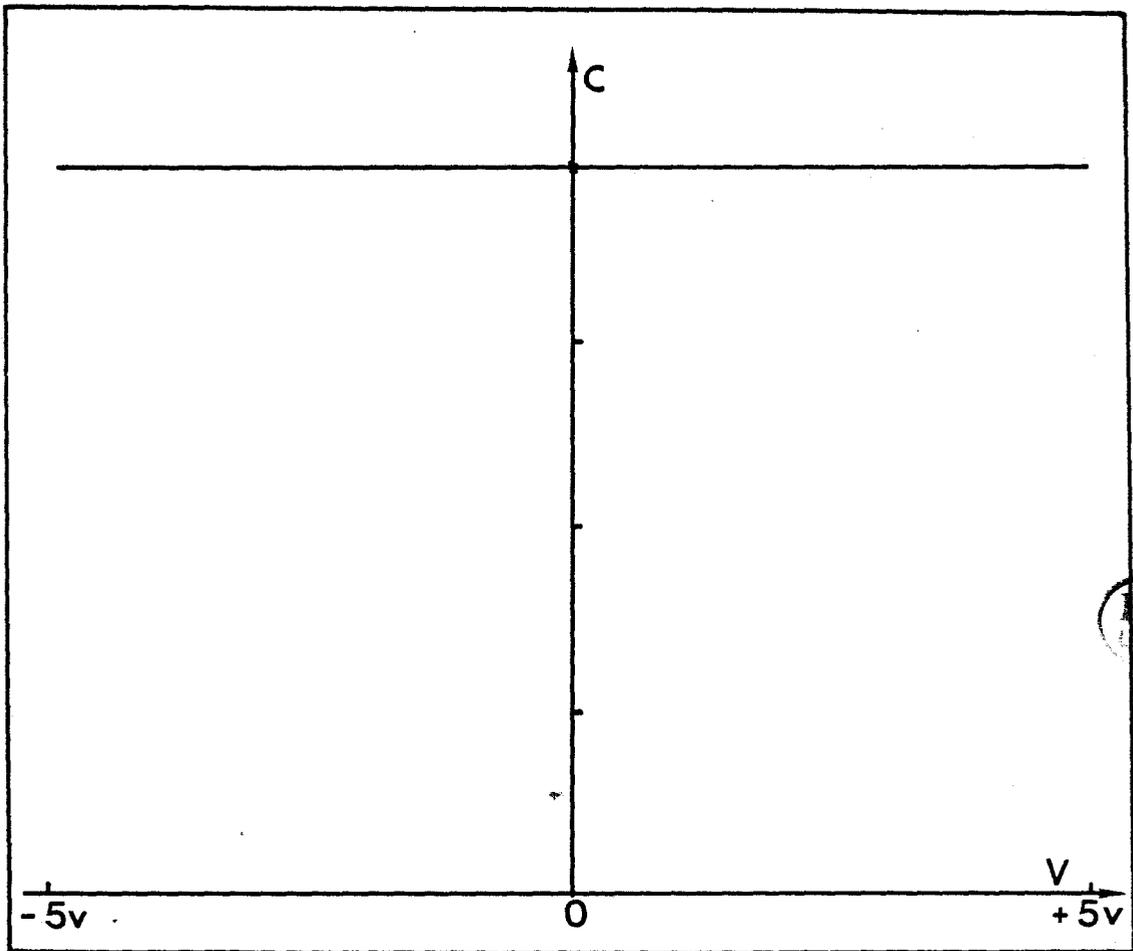

FIGURE F.4.2
- Figure F.4.2 : Exemple de caractéristique C(v)